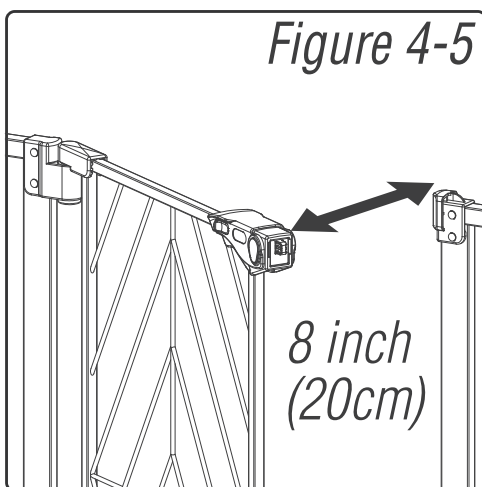

*Figure 4-4*
**Pour fermer** - Tirez la porte fermée et veillez à ce que le loquet de porte sur le dessus se ferme, puis placez le verrou au bas de la barrière sur le côté occupé par l'enfant. La barrière se balancera dans les deux sens à moins que l'une des butées est abaissée. Sauf si l'une des butées est abaissée. La barrière ne se balancera pas du tout si les deux butées sont abaissées (*Figure 4-4*).